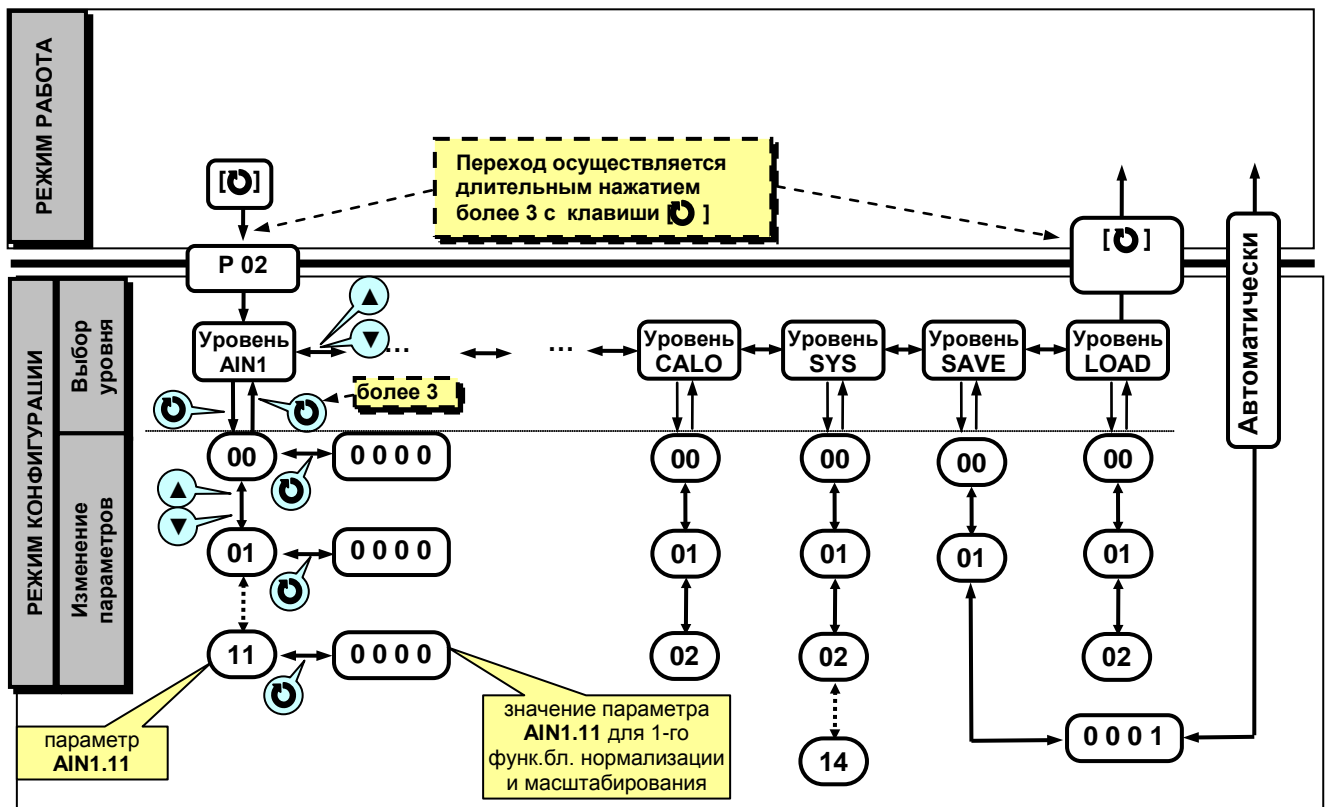

Рисунок 4.2 - Диаграмма режимов конфигурации и настроек
- Параметры, используемые в индикаторе ИТМ-111Н, сгруппированы в уровни и представлены на диаграмме – см. рисунок 4.2.
В тексте руководства по эксплуатации идет ссылка на параметр из таблицы параметров индикатора в виде XXXX.YY (например ALRM.00), где XXXX – название УРОВНЯ, а YY – номер пункта меню (смотри рисунок 4.2).